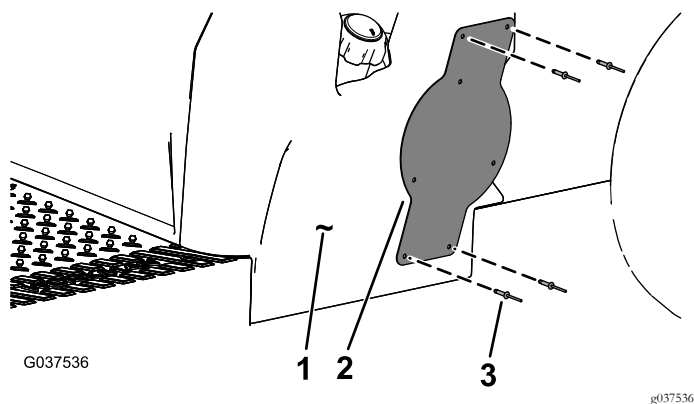

Figura 12
7. Instale el soporte de montaje de la placa en el lateral de la base del asiento con 4 remaches ciegos (3/16" x 29/32"), según se muestra en Figura 12.